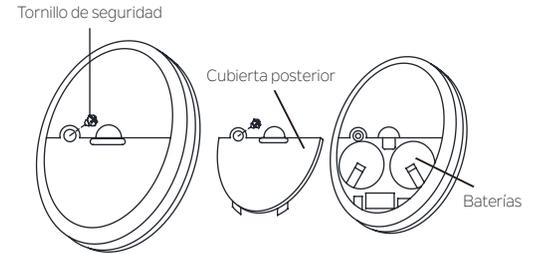

Figura 20
INSTALACIÓN DE LAS BATERÍAS DEL TRANSMISOR (Figura 20)
Paso 1. Retire el tornillo de seguridad y la cubierta de la parte posterior del transmisor. **(Figura 20)** Instale dos baterías CR2032 de 3 V (incluidas) con el lado + orientado hacia arriba.